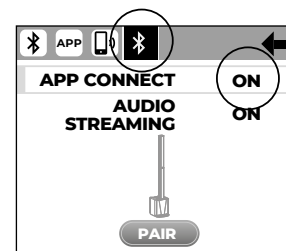

Fig.4
1. Spingete indietro l'elemento **B** per sganciarlo dallo stativo (Fig.4)
## 5.3 | SCHERMATA MENU BLUETOOTH® (Fig.4)